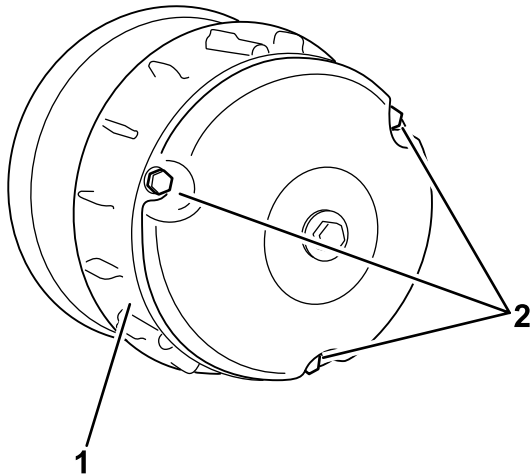

Figura 50
2. Retire los 3 pernos que sujetan la cubierta al embrague, y retire la cubierta (Figura 50).
4. Instale la cubierta del embrague, fijándola con los 3 pernos (Figura 50) que retiró en 2.